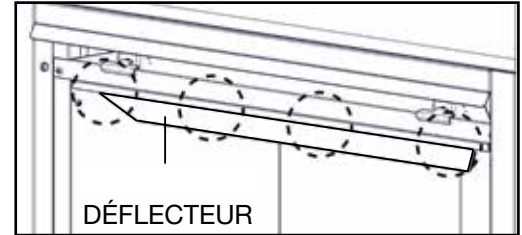

Fig. 1
- Retirez les quatre vis du déflecteur de l'intérieur de la partie supérieure avant de la chambre de combustion (**Fig. 1**).